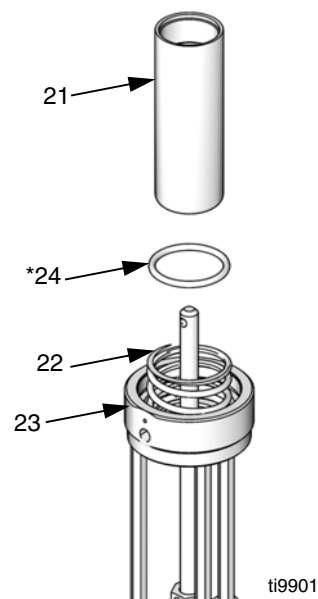

Рис.16
- 7 Снять пневмопоршень (21) с верхней части основания пневмодвигателя (23). Снять уплотнительное кольцо (24\*) с основания пневмодвигателя. Проверить все детали, включая пружину (22), в основании пневмодвигателя на повреждения. См. Рис.16.